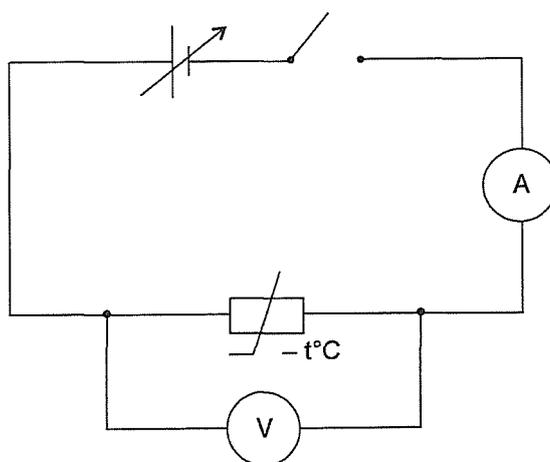

Figure 20.1
4.1. Réaliser le montage représenté à la figure 20.1.